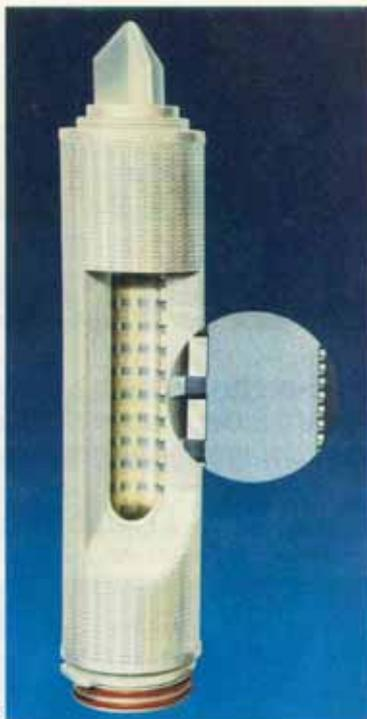

Fig. 13 - Ultrafiltrazione.
3) a cartucce cilindriche a porosità differenziata (pori grandi in entrata e piccoli in uscita). Svolgono funzioni analoghe ai precedenti, con il vantaggio di una porosità finale omogenea e controllata. Lo strato filtrante viene realizzato in polipropilene puro o in nylon (fig. 13).